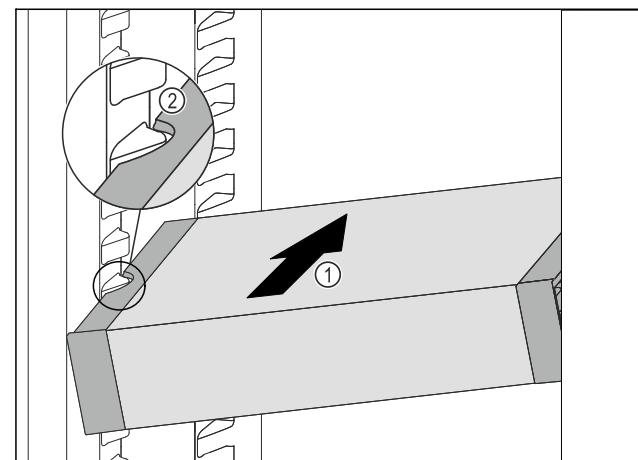

Fig. 76
- Вдвигайте VarioSafe под наклоном в холодильное отделение Fig. 76 (1), пока боковые выемки Fig. 76 (2) VarioSafe не окажутся на высоте выступа резервуара в холодильном отделении.